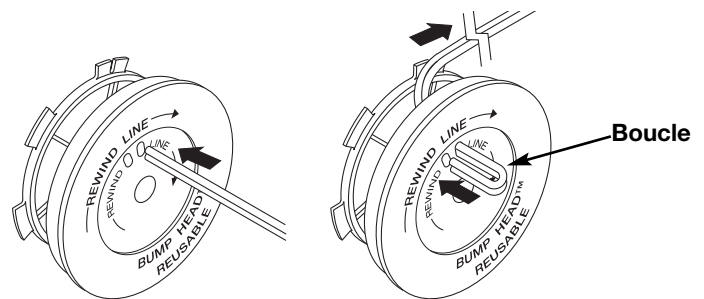

Fig. 18
- Découpez environ 3 m (10 pi) de fil neuf. Insérez une extrémité de fil dans l'un des deux trous du moulinet intérieur (Fig. 18). Tirez le fil jusqu'à ne laisser que 10 cm (4 po) environ.
- Insérez l'extrémité du fil dans le trou ouvert du moulinet et tirez sur le fil pour que la boucle soit le plus petit possible (Fig. 18).